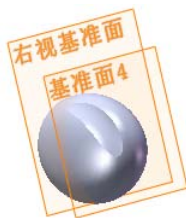

图 3.33.14 基准面 4
Step12. 创建图 3.33.14 所示的基准面 4。选取右视基准面作为参考实体，选中  复选框；在  后的文本框中输入数值 5.0。